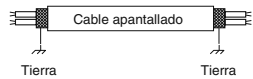

Fig. 4-4
- Emplee cables apantallados para el cableado de control entre unidades (c) y ponga a tierra el apantallado de ambos lados, porque si no lo hace así, podría producirse un funcionamiento erróneo debido al ruido. (Fig. 4-4) Conecte los cables como se muestra en la sección "4-3. Diagrama del sistema de cableado".